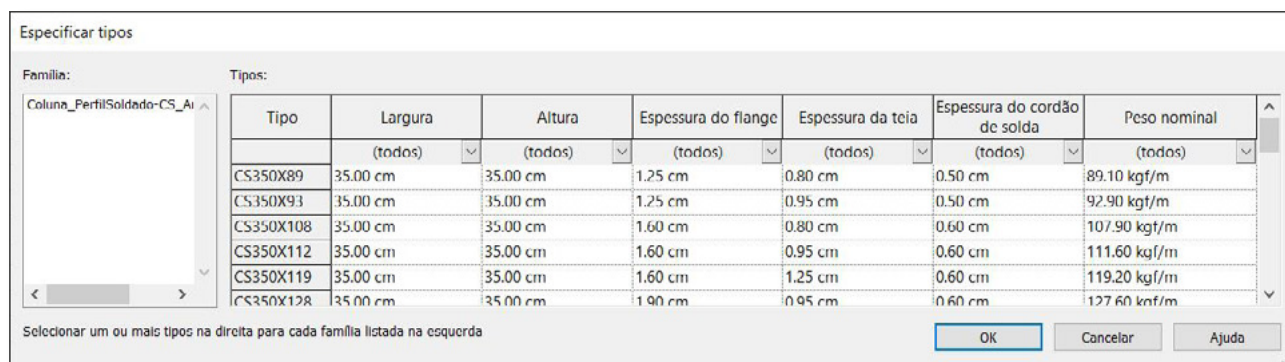

Figura 13 – Tipos da família "Coluna_PerfilSoldado-CS_ArcelorMittal.rfa".
4. Na janela "Especificar tipos", mantendo a tecla Ctrl pressionada, clique nas variações (tipos) da família que deseja carregar no projeto e clique "OK" (Figura 13);